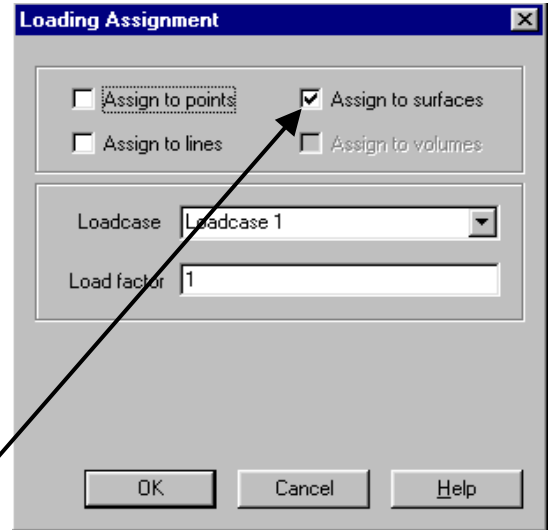

Fig. 23
- în caseta de dialog care apare pe ecran (fig. 23) vă asigurați că încărcarea este atribuită suprafețelor în cazul 1 de încărcare (**Load case 1**) și cu factorul **1** de multiplicare